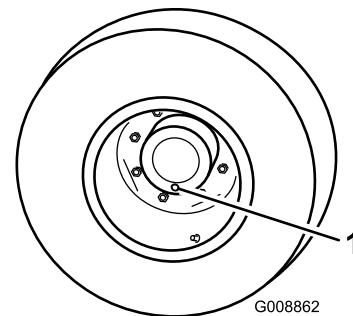

Bild 89
1. Stellen Sie die Maschine auf einer ebenen Fläche ab und positionieren Sie das Rad so, dass sich eine der Prüfschrauben in der untersten Stellung (6 Uhr) befindet (**Bild 89**).